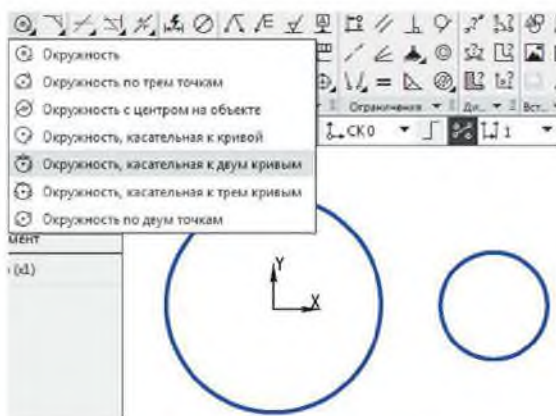

Рисунок 4.10 Выбор команды *Окружность, касательная к двум кривым*
- 3) Удерживая ЛК мыши команду *Окружность*, в *Панели расширенных команд* выбрать *Окружность, касательная к двум кривым* (рисунок 4.10).